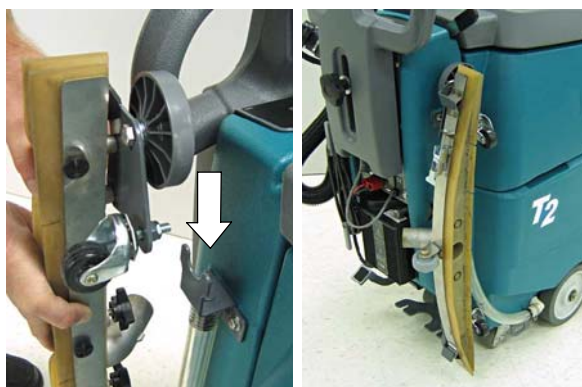

図 7
7. 本機を移動または保管する場合は、スクイジーアセンブリーを取り外し、保管ブラケットに掛けてください(図 7)。